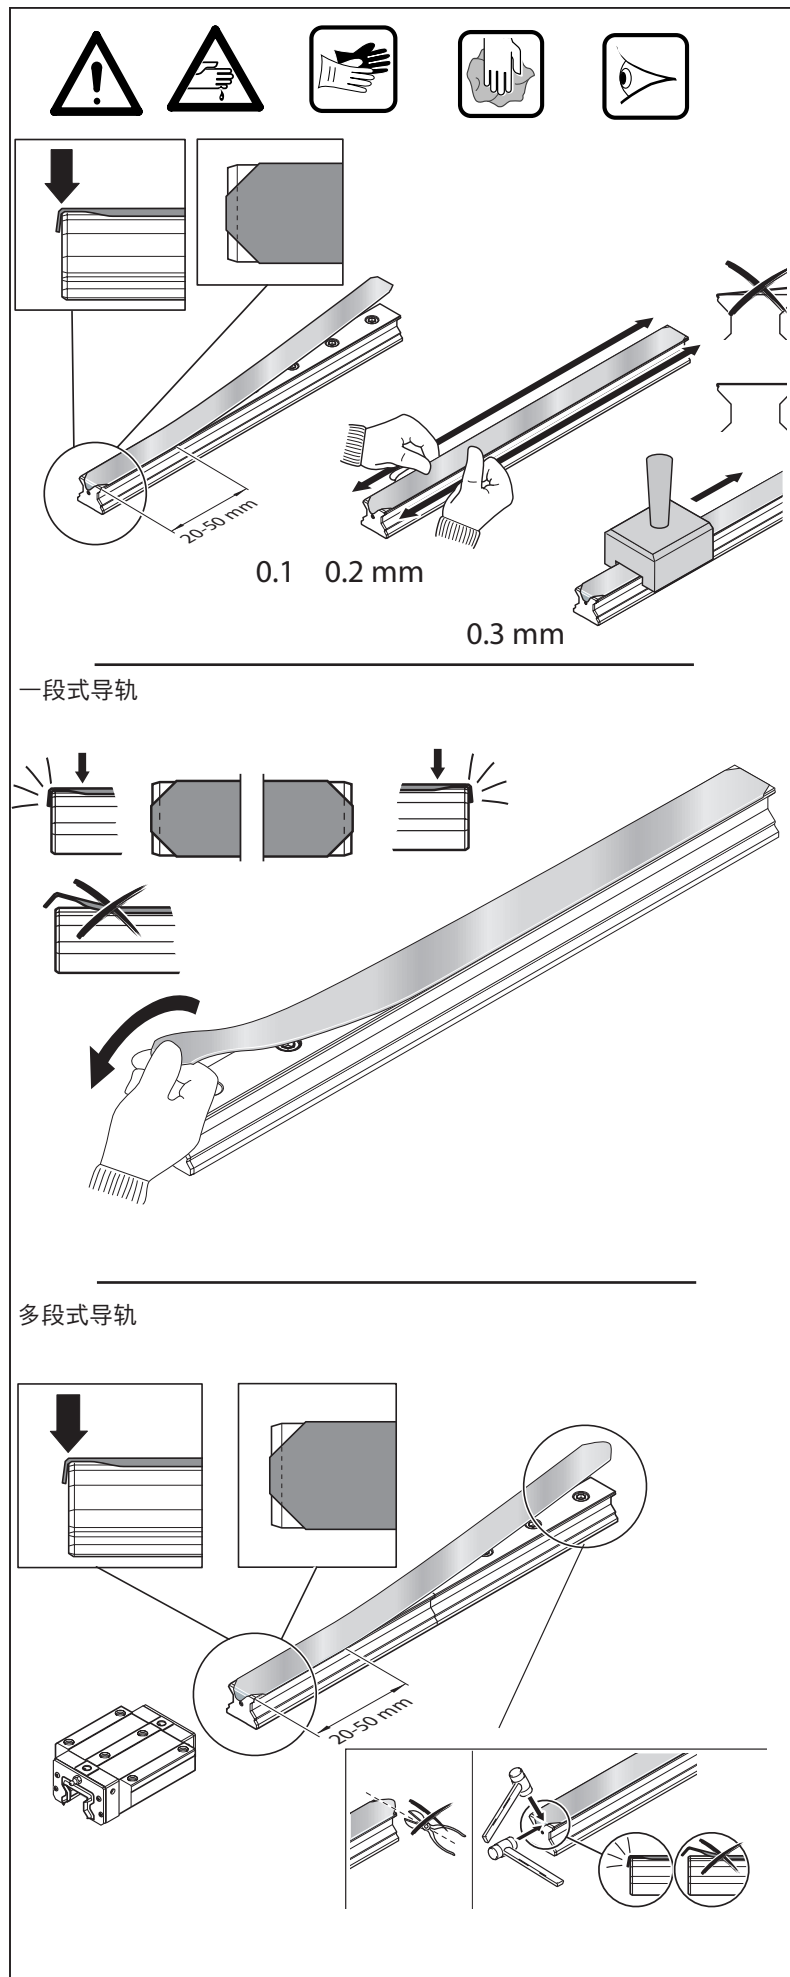

图 35: 防护带安装
- ▶ 如有必要，则只将防护带弯曲的一端截短到露出端面螺纹为止！ ➡ 图 35